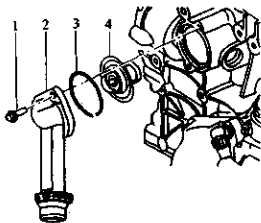

图 2-115 拆卸节温器
- 6) 松开螺栓, 取出节温器盖、O 形密封圈和节温器, 如图 2-115 所示。